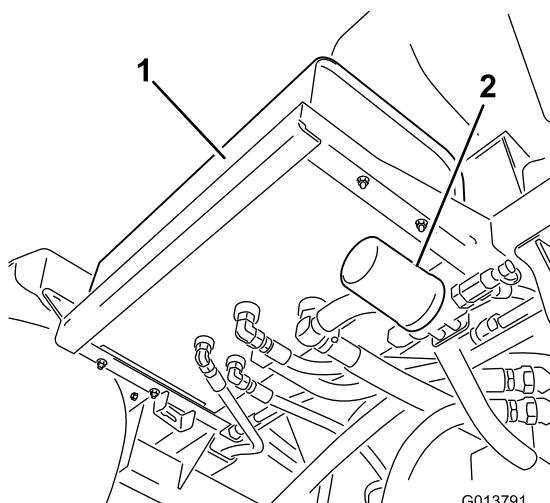
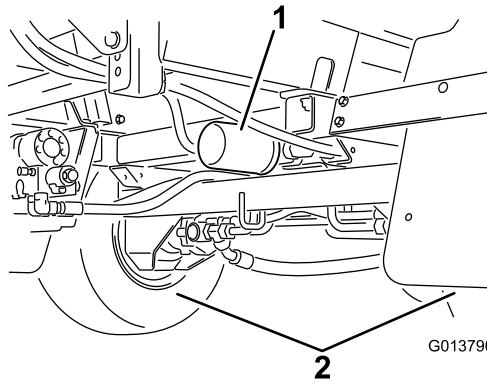

Figure 98
Figure 99
2. Localisez les 2 filtres hydrauliques sur la machine (Figure 98 et Figure 99).